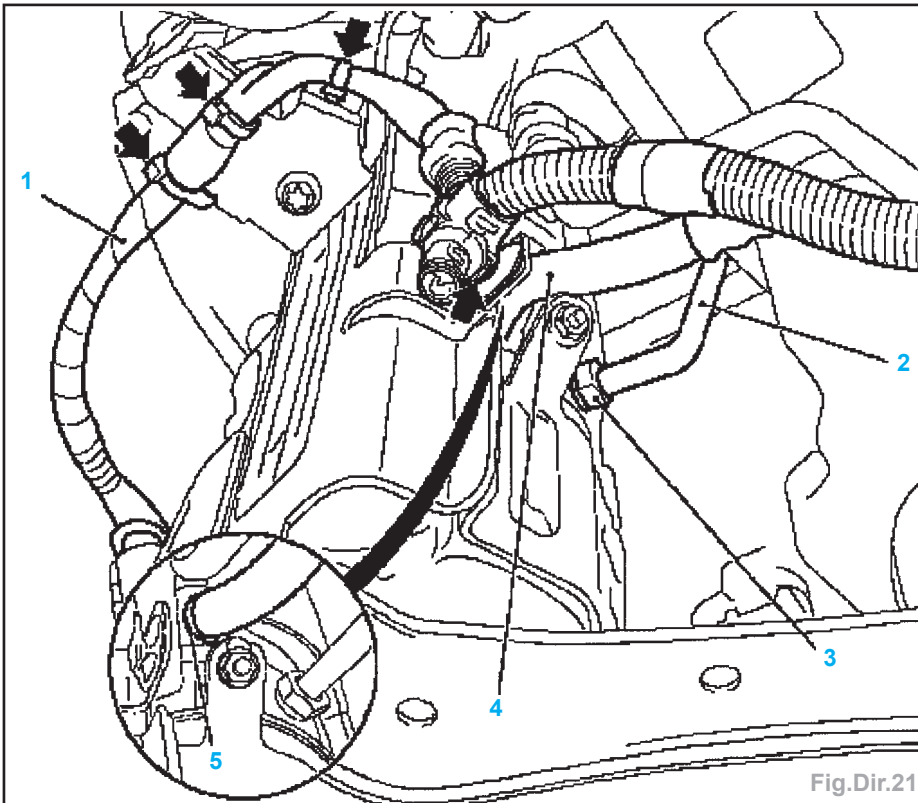

Fig.Dir.21
- Desserrer le faisceau de câbles (1) du support d'unité d'alimentation électrohydraulique (flèches) (Fig.Dir.21).